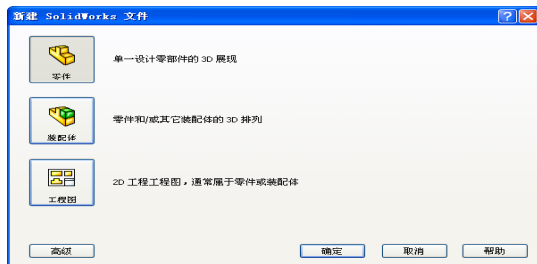

图 8-2 “新建 SolidWorks 文件”对话框
① 启动软件。选择菜单栏中的“开始”→“所有程序”→“SolidWorks 2010”命令，或者单击桌面图标，启动 SolidWorks 2010。
② 创建零件文件。选择菜单栏中的“文件”→“新建”命令，或者单击“标准”工具栏中的“新建”按钮，此时系统弹出如图 8-2 所示的“新建 SolidWorks 文件”对话框，在其中选择“零件”图标，然后单击“确定”按钮，创建一个新的零件文件。